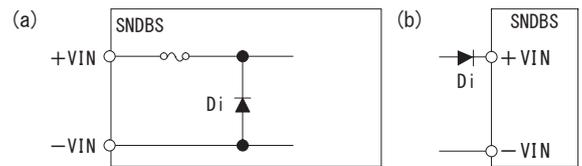

図3.4 逆接続防止
- 入力端子に極性逆の電圧が加わると故障します。電源内部に図3.4（a）のダイオードを内蔵しておりますが、逆電圧を印加しますとヒューズが溶断します。極性逆の電圧が加わる可能性がある場合は、図3.4（b）のような保護用の回路を外付けしてください。